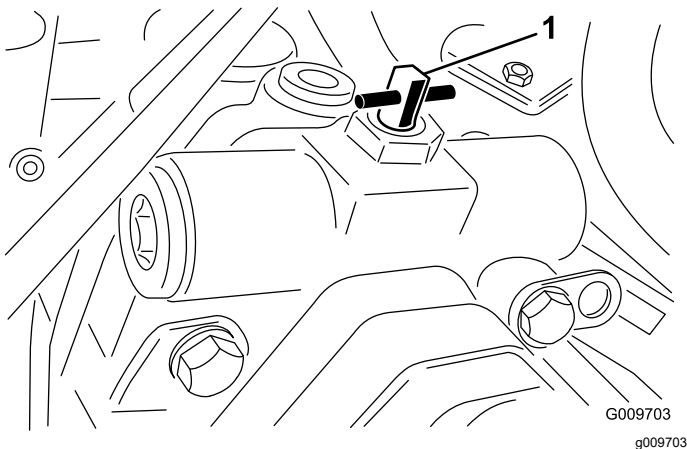

Figura 64
3. Rode a válvula de derivação 90° (1/4 de volta) em qualquer direção, para permitir a passagem interna do fluido (Figura 64).
2. Rode a válvula de derivação 90° (1/4 de volta) em qualquer direção, para permitir a passagem interna do fluido (Figura 64).